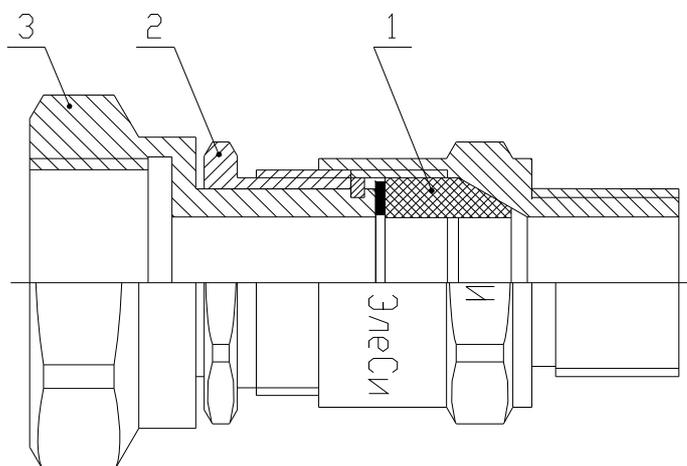

Рисунок 5 – Конструкция кабельного ввода ExCG T для монтажа кабеля в трубе
3.2.3.5 Последовательность ввода кабеля, проложенного в трубе (см. рисунок 5):